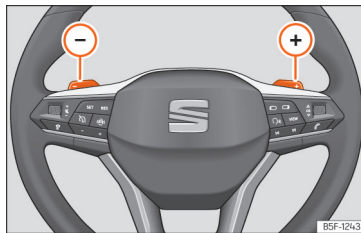

Рис. 126 Кермо: з клавішами перемикання передач (DSG).
- Натисніть перемикач (+), щоб увімкнути вищу передачу >>> рис. 126.